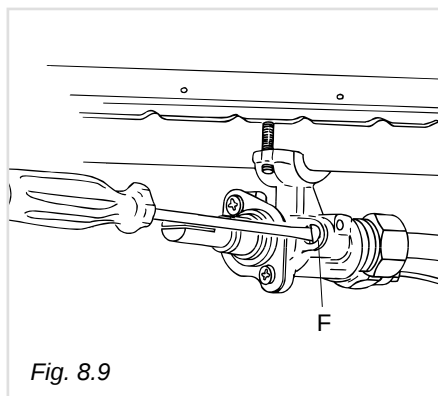

Fig. 8.9
In alcuni modelli di cucina i rubinetti del piano di lavoro sono dotati valvolatura di sicurezza; in questi rubinetti la vite di regolazione del minimo è situata all'esterno del rubinetto (Fig. 8.9).
- Togliere la manopola ed agire sulla vite F (fig. 8.9) fino ad ottenere la fiamma desiderata.